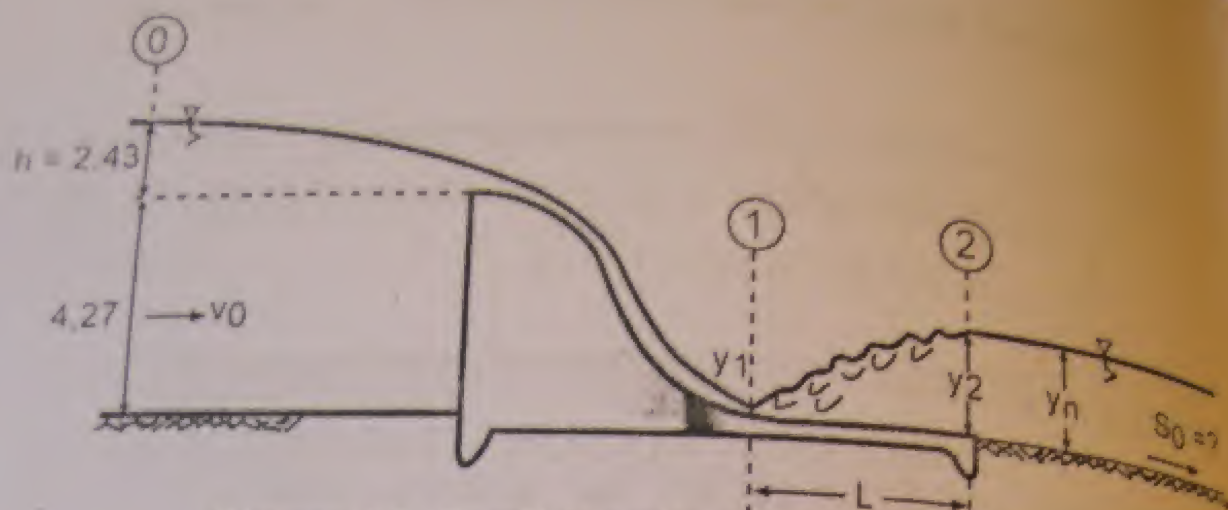

Figura 36, Perfil longitudinal de un canal
78. Un canal rectangular de 15 m de ancho se inicia al pie de un cimancio que tiene una altura de 4,27 m (del piso a la cresta) como se muestra en la figura 36. Dicho cimancio tiene la misma longitud de cresta que el ancho del canal y con una carga $h = 2,43 \text{ m}$ sobre la misma, deberá descargar un caudal $Q = 112,5 \text{ m}^3/\text{s}$.